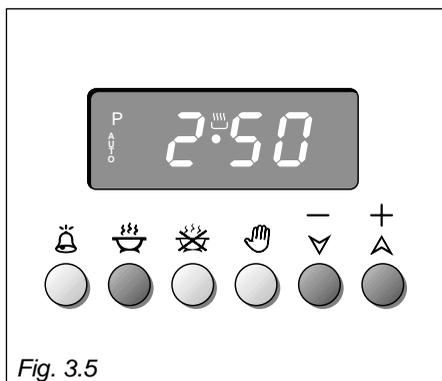

Fig. 3.5
1. Déterminer le temps de durée de la cuisson en pressant le poussoir  et le poussoir  (+) pour avancer, ou  (-) pour revenir si le temps désiré a été dépassé (fig. 3.5).